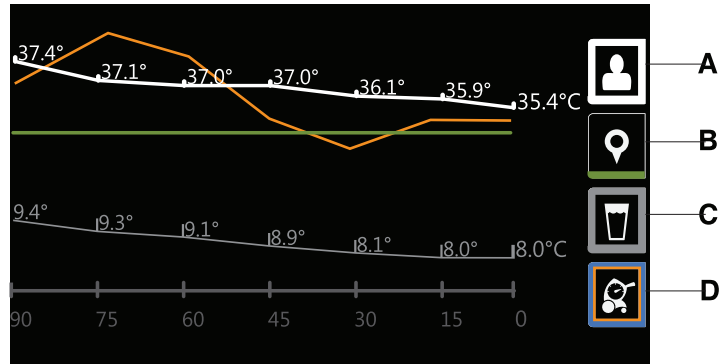

Fig. 8-18: Grafisk display
- Primær måling af patienttemperatur fra tilsluttet føler (A) (Fig. 8-18 på side 8-33)
- Mellemste måltemperatur (B)
- Vandtemperatur (C)
- Effektniveau (D)